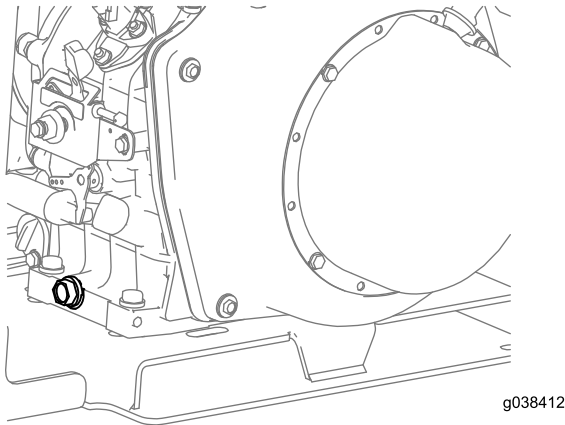

Figura 22
4. Coloque un recipiente adecuado debajo del tapón de vaciado de aceite (Figura 22).